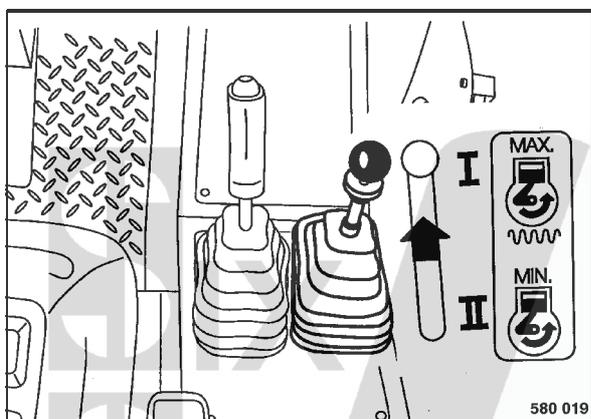

fig. 36
- Positionner et enclencher le levier de commande d'accélérateur (fig. 36) sur position "I", pleine charge.